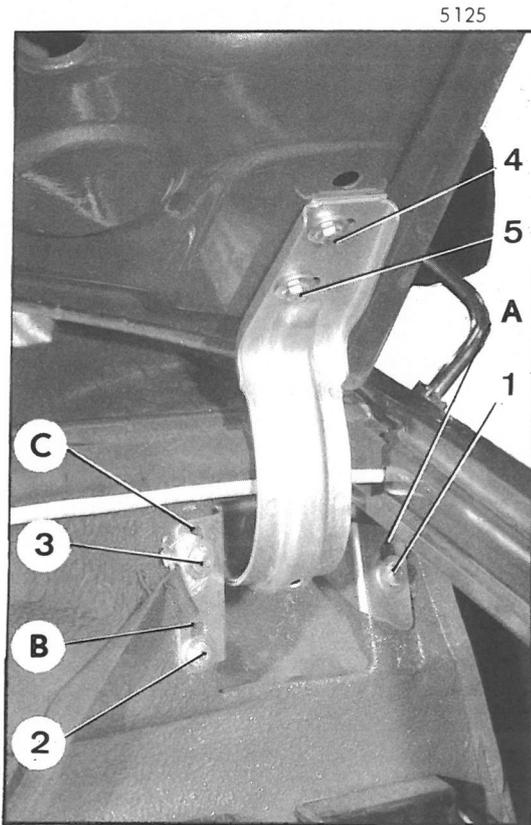

Fig. 1
1. Desserrer les vis de fixation (1),(2) et (3) du support de charnière et régler la hauteur du capot, par rapport au bord supérieur de l'aile AV, en utilisant les boutonnières (A),(B) et (C) (fig. 1).
2. Bloquer les vis de fixation (1),(2),(3) (fig.1).
4. Desserrer les vis (4) et (5) de la charnière, des deux côtés du capot (fig. 1).
5. Bloquer les vis de fixation (4) et (5) (fig. 1)